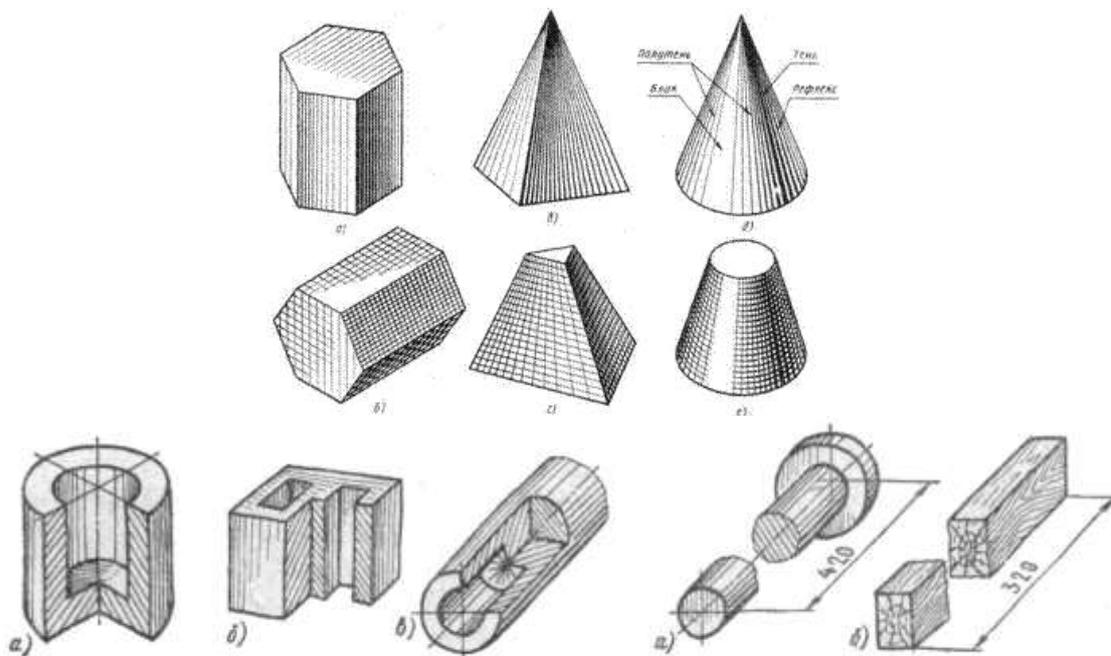

Рис.46 Типы наглядных изображений геометрических поверхностей и контуров технических деталей
**Технический рисунок** – это наглядное изображение предмета, выполненное в глазомерном масштабе по правилам построения аксонометрических проекций (рис.46).